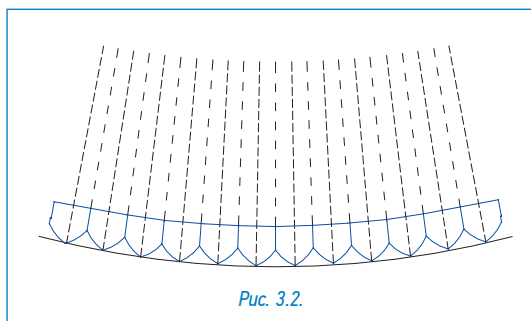

Рис. 3.2.
4. Уложить первый ряд черепицы и тщательно провести множество вертикальных линий, соединяющих средние части лепестков и прорезей между ними с вершиной купола (рис. 3.2);